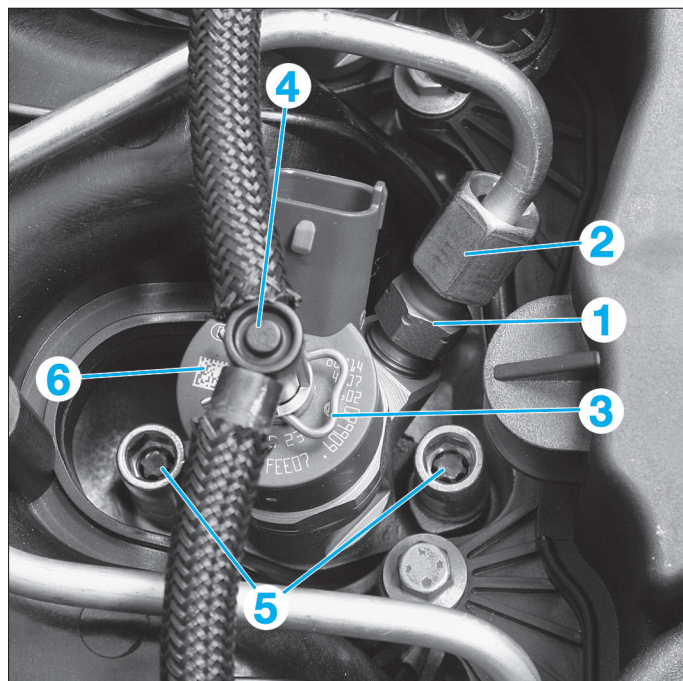
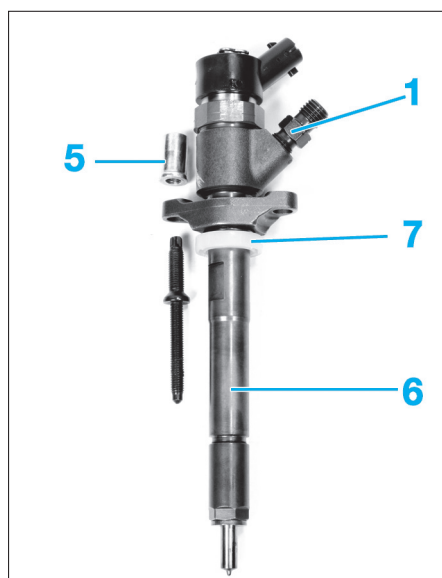

FIG. 56
FIG. 57
Maintenir les raccords (1) des injecteurs lors du desserrage des canalisations haute pression (2) (Fig.56).
- Retirer l'agrafe de maintien (3) de la canalisation de retour de carburant (4).
- Débrancher la canalisation de retour (4).
- les écrous de fixation (5) des injecteurs,
- les injecteurs (6),
- les joints (7) (Fig.57).